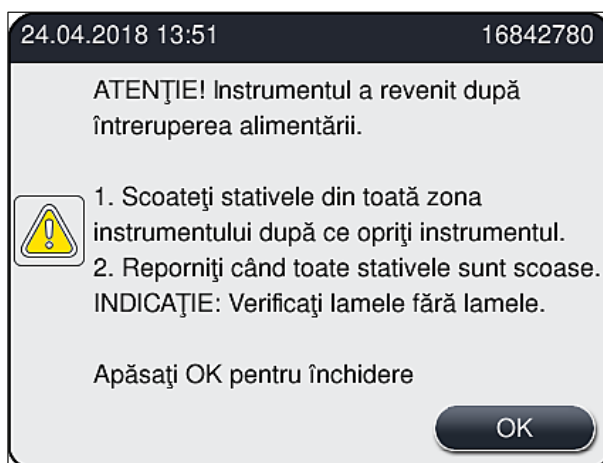

Fig. 109
- După reluarea alimentării cu energie, instrumentul efectuează o repornire automată. Utilizatorul este informat cu privire la întreruperea alimentării cu energie printr-un mesaj de informare (→ Fig. 109) de pe ecran, iar evenimentul este introdus în jurnalul de evenimente.
- ① După reluarea alimentării cu energie, instrumentul efectuează o repornire automată. Se emite un semnal acustic de avertizare și un mesaj de avertizare este afișat pe ecran (→ Fig. 109).
Urmați apoi instrucțiunile din mesajul de informare (→ Fig. 109) și îndepărtați lamele din instrument.